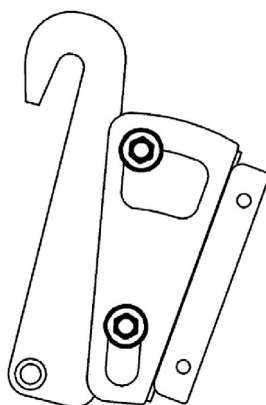

Рисунок 5 - Транспортное положение роликов подвески
3. Транспортное положение роликов подвески в окнах адаптера щетки (Рис. 5):